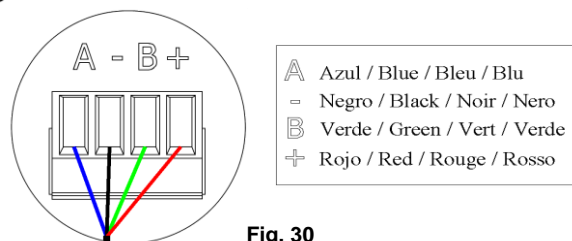

Fig. 30
El termostato se puede comunicar con el módulo bien por cable (AZAMFANCOILC) o vía radio (AZAMFANCOILR). Para la opción cableada, se conecta mediante una borna de 4 pines ^⑤. Para ello fije el cable con los tornillos de la borna, **respetando el código de colores asociado a la serigrafía** (Fig. 30).